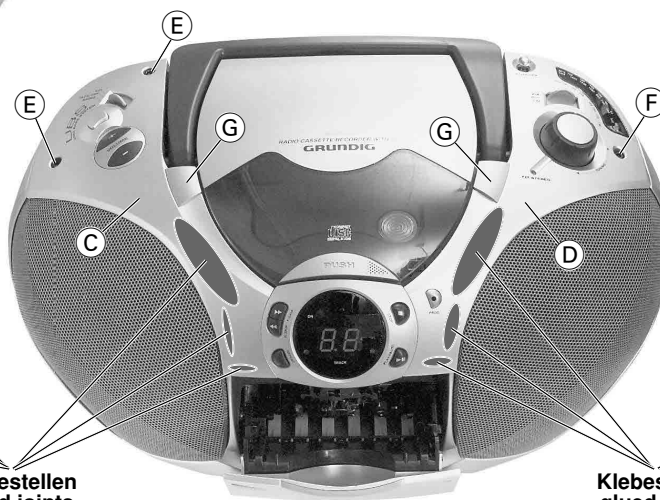

Fig. 3
- 2 Schrauben ⑤ und Schraube ⑥ herausdrehen (Fig. 3).
- Die beiden Abdeckungen ③ (Fig. 3) abnehmen und die darunter liegenden Schrauben herausdrehen.
- Undo the 2 screws ⑤ and the screw ⑥ (Fig. 3).
- Remove the two covers ③ (Fig. 3) then undo the screws located below.